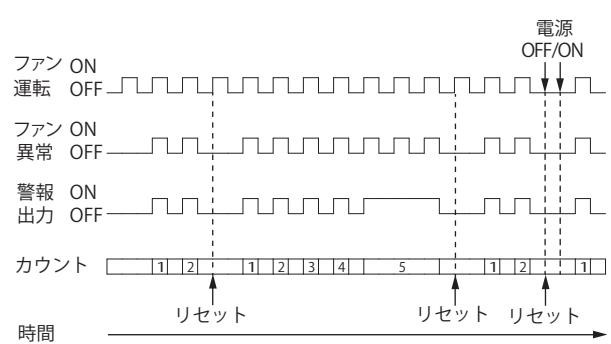

図 12 ファン異常検知チャート
- ・ファン運転の ON-OFF 中にファン異常を 5 回カウントすると警報出力、表示が保持されます。ファンが正常運転すると警報出力、表示は解除されカウントがリセットされます。(図 12)
- ・ファン異常が 5 回カウントされる前にファンが正常運転した場合、カウントはリセットされます。また、電源 OFF の場合もカウントはリセットされます。(図 12)